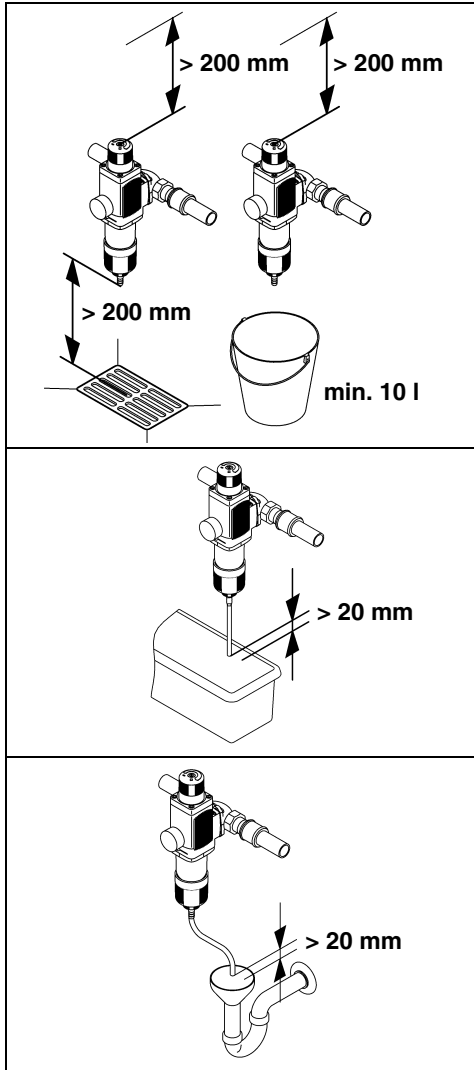

Fig. 4: Evacuation de l'eau de rétro-lavage
L'eau de rétrolavage exige un écoulement d'eau chargée suffisamment dimensionné (par exemple évacuation au sol) selon DIN 1986. En l'absence d'un tel raccordement, vous pouvez utiliser un seau de taille appropriée (cf. fig. 4).
- Si le seau est rempli à moitié, il faut achever l'opération de rétrolavage. Sinon, le seau risque de déborder. Il faut donc que le seau soit suffisamment dimensionné (cf. fig. 4) et que le rétrolavage se réalise rapidement.